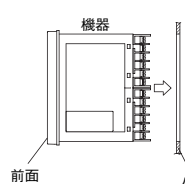

図2
- （2）図2に示すように、機器の前面とパッキンおよびパネル間に隙間ができないように、取付具のネジを締め付けてください。この時、図3のようにパッキンのズレ、外れ等の変形がないことを確認してください。